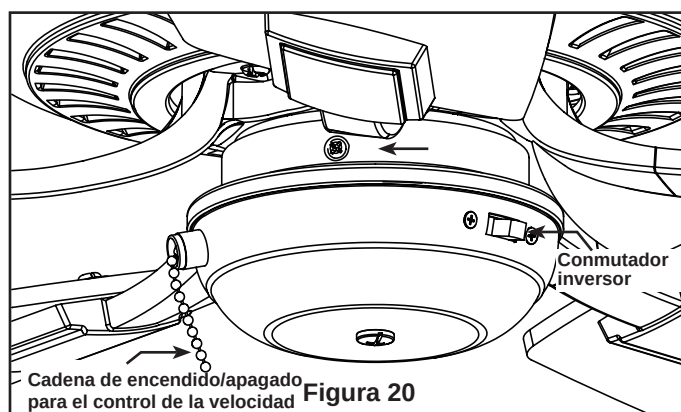

Figura 20
- ☐ 3. Si desea que el flujo de aire se desplace en la dirección opuesta, apague el ventilador y espere a que las aspas se detengan. Luego deslice el conmutador inversor a la posición contraria y vuelva a encender el ventilador. Su modelo de ventilador está equipado con un interruptor de cadena de 4 posiciones y 3 velocidades. (Figura 20)